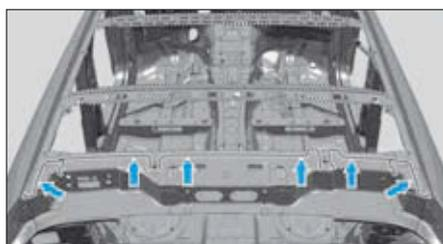

FIG. 138
- Réaliser dans les zones quadrillées par des flèches des cordons d'étanchéité de 5 à 8 mm environ de hauteur avec du produit d'étanchéité pour carrosserie (Fig.138).